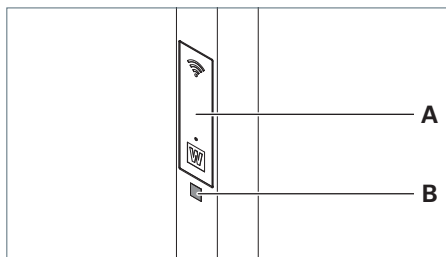

Fig. 36: Scanner le code QR.
- Scannez le code QR **B** du luminaire qui se trouve sur le bras vertical, sous la trappe de service **A**, voir Fig. 36.